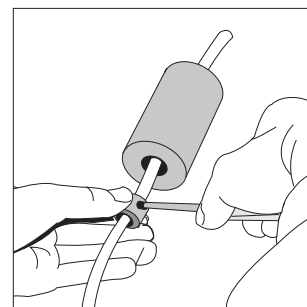

fig.3
- b) Für eventuelle Verschiebungen das Gegengewicht heben und den Stift, der die innere Hülse festhält, lösen (Abb.3), diese entlang des Kabels in die gewünschte Stellung verschieben und das Gegengewicht wieder einsetzen.
- per eventuali spostamenti del contrappeso sollevarlo e allentare il grano che blocca la bussola interna (fig.3). Farla scorrere lungo il cavo nella posizione desiderata e riposizionare il contrappeso.